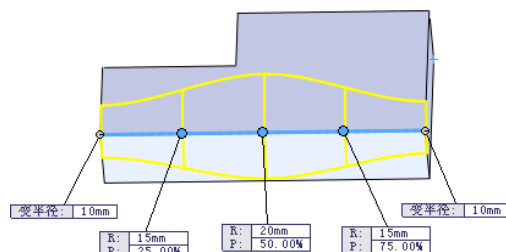

图 5-5 附加半径指定状态
-  附加的半径：列举在【圆角项目】选择组的  【边线、面、特征和环】选择框中选择的边线顶点，并列举在图形区域中选择的控制点，如图 5-5 所示为附加半径指定状态。